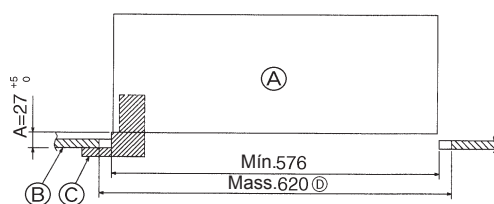

Fig. 8-2
①	Griglia	1	650 x 650 (mm)
②	Vite con rondella di frenata	4	M5 x 0,8 x 25 (mm)
③	Calibro	1
④	Dispositivo di attacco	2
⑤	Nastro	2
8.2. Preparazione dell'attacco della griglia (Fig. 8-2)